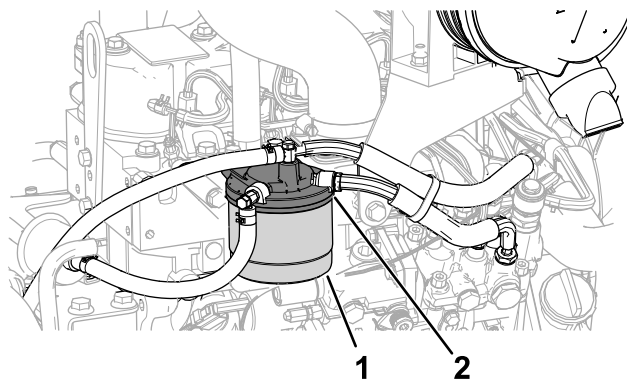

图 60
2. 拆下滤清器并清洁滤清器头安装面 图 60。
1. 清理燃油滤清器头附近的区域 图 60。